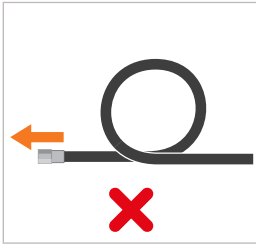

Figure 11
- ▶ Évitez la formation de boucles ainsi que de tirer le flexible par une boucle (Figure 11).